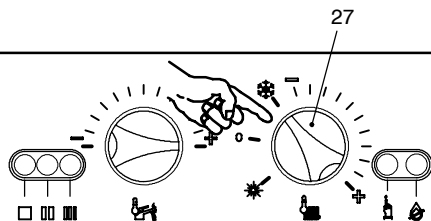

fig. 7.8
- Per uscire dalla programmazione posizionare il selettore 27 come indicato in fig. 7.8